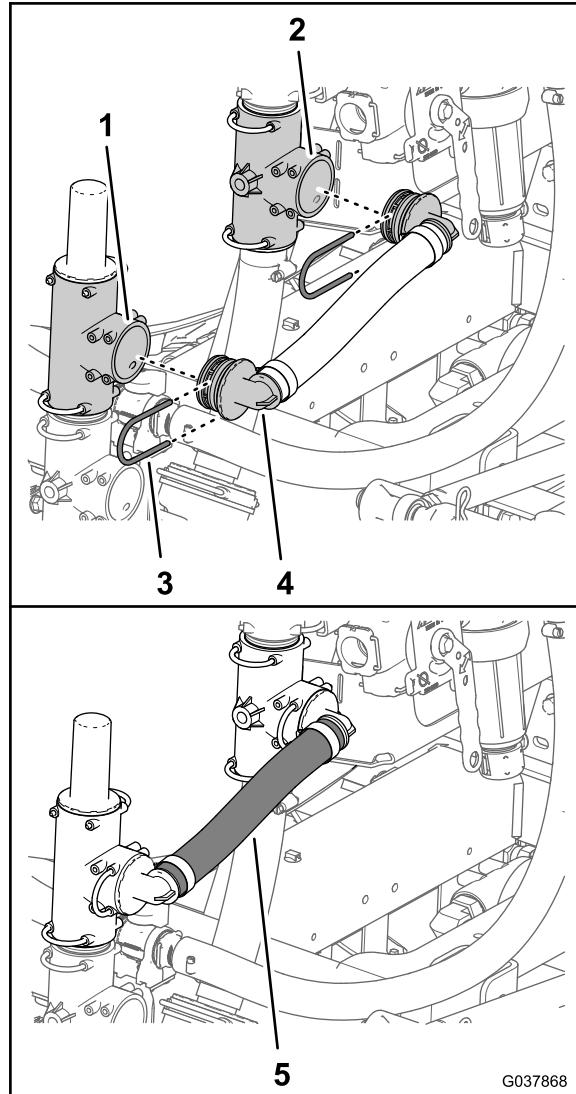

Figura 70
2. Monte a união de 90° do tubo de descarga de pressão na porta aberta da união em T inferior (Figura 70).
3. Prenda as uniões de 90° à união em T (Figura 70) com os dois retentores que retirou no passo 1 e 2 de Mover a válvula de descarga de pressão (página 31).
1. Monte a união a 90° do tubo de descarga de pressão de 25 x 298 mm na porta aberta da união em T na válvula de descarga de pressão (Figura 70).